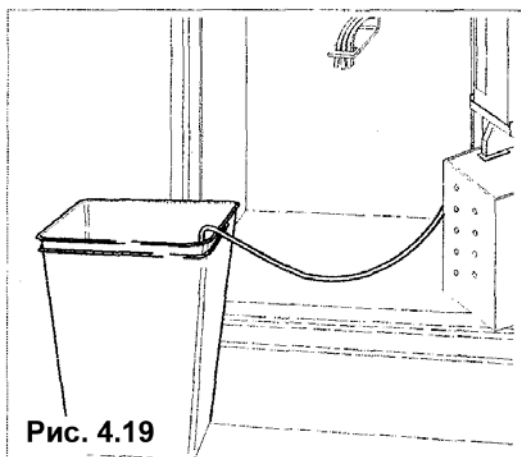

Рис. 4.19
- Поместите сливной шланг резервуара в сливное ведро (рис. 4.19).